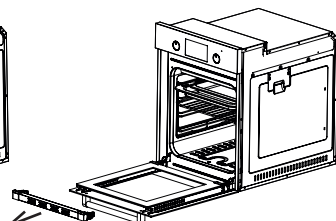
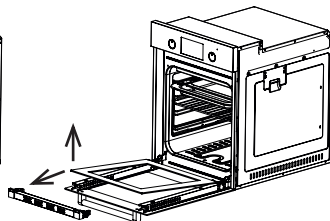

Рис. 2
Рис. 3
2. Потяните планку на себя (Рис. 2), после снятия планки стекло остается свободным (Рис. 3). Осторожно потяните стекло на себя и вверх. Внешнее стекло закреплено на профиле дверцы духового шкафа.